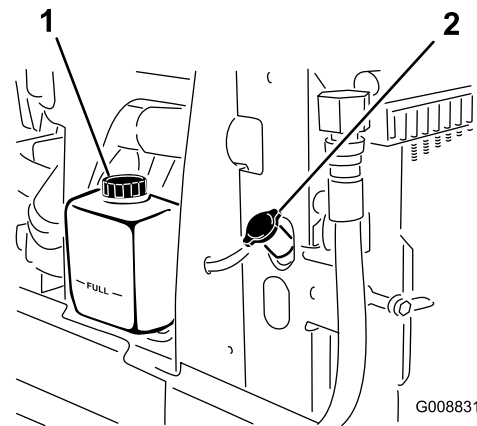

Bild 72
1. Schrauben Sie den Kühlerdeckel und den Deckel vom Ausdehnungsgefäß vorsichtig ab (Bild 72).